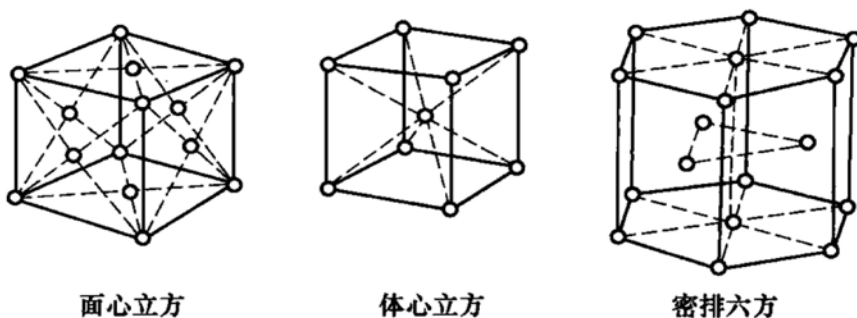

图 20-3 第三题第 3 小题解答图
3. 面心立方、体心立方和密排六方的晶胞示意图如图 20-3 所示。计算得它们的晶胞原子数、原子半径（用晶格常数表示）、配位数和致密度列于表 20-1。